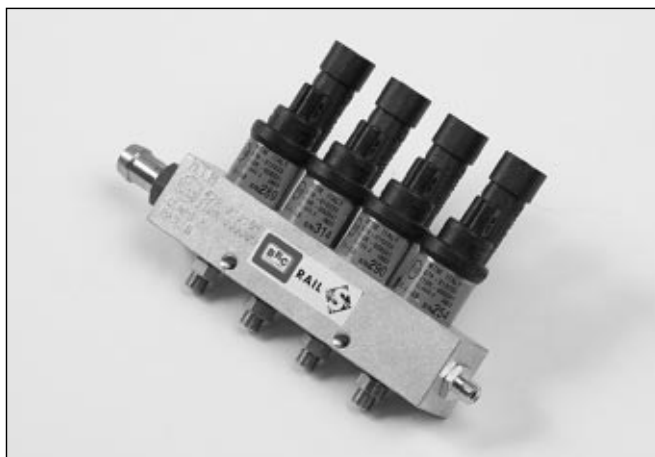

Fig. 17
- per iniettori BRC con uscita gas con raccordo filettato (fig. 16) o con raccordo portagomma (fig. 17),